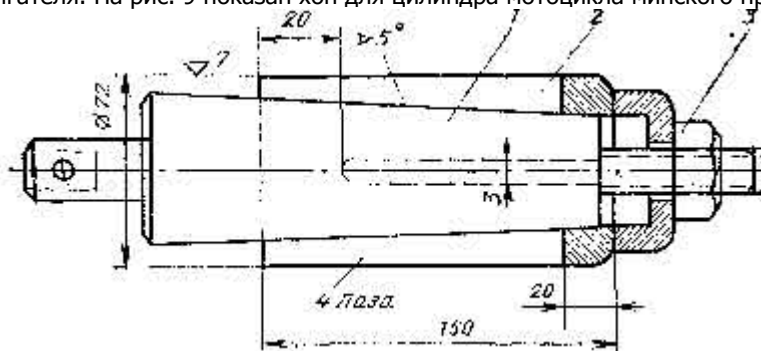
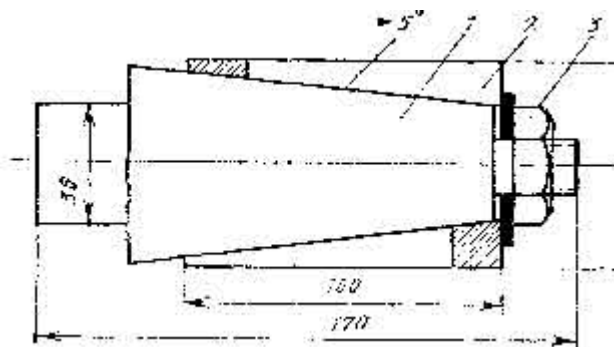
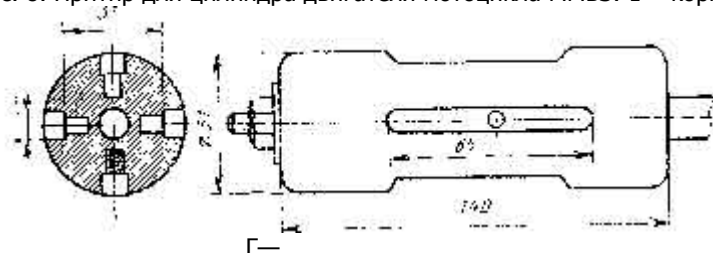

Рис. 7. Притир для цилиндра двигателя «Иж-Планета»: 1—корпус Притира; 2—разрезная втулка; 3—гайка
Рис. 8. Притир для цилиндра двигателя мотоцикла ММВЗ: 1— корпус притира; 2—разрезная втулка; 3—гайка
Рис. 9. Хон для цилиндра двигателя ММВЗ
26. Слышал, что есть такие способы ремонта цилиндров, как притирка и хонингование. В чем они заключаются? Скорость движения поршня и его давление на стенки цилиндра—величины переменные как по знаку, так и по абсолютным значениям. Следовательно, цилиндр по высоте и по диаметру изнашивается неравномерно. В средней части износ больше, чем в крайних точках, в плоскости качения шатуна износ больше, чем в диаметрально противоположной. При ремонте цилиндра восстановить его первоначальную форму можно притиркой. Притир — это инструмент. Его несложно изготовить самостоятельно. Втулку делают из чугуна, остальные детали из стали. Втулка имеет один сквозной разрез или четыре несквозных. Это позволяет ей плотно прилегать к цилиндру. Зажатый в патроне сверлильного или токарного станка притир вводят в цилиндр и вращают не быстрее 50...80 об/мин. На поверхность притира наносится паста, состоящая из мелкого абразивного порошка в смеси с маслом. До последнего времени такой порошок получали по-разному. Толкли стекло в ступе, терли друг о друга абразивные бруски и т. п. Сейчас в продаже появилась специальная паста «КТ» из порошка карбида титана. Она выпускается наборами, в которые входит несколько тюбиков. В каждом тюбике—паста своей зернистости. Для наших целей пригодны пасты зернистостью 150...170, для окончательной обработки — 250...400. Цилиндр во время притирки следует держать в руках. По мере того, как трение притира о стенки цилиндра будет ослабевать, его гайку надо подтягивать до восстановления тугого вращения. Окончательную доводку цилиндра производят с пастой ГОИ. Притир и цилиндр перед этим тщательно промывают в керосине. Для получения зеркальной поверхности цилиндра после его расточки на токарном станке применяют и другой способ: хонингование. Как операция притирки, так и эта получила название от инструмента—хона. Хон—деревянная болванка с центральным отверстием и четырьмя вертикальными пазами для абразивных брусков; бруски постоянно прижаты к зеркалу цилиндра пружинами. Для хона используют бруски той же зернистости, что и пасты для притирки. Хон должен вращаться с частотой 200...220 об/мин при 60...100 возвратно-поступательных ходах вверх-вниз за то же время. Обрабатываемую поверхность нужно обильно смачивать керосином. Как и во время притирки цилиндр нельзя жестко закреплять, его следует держать в руках и периодически переворачивать. На рис. 7 показан вариант притира для цилиндра мотоцикла «Иж-Планета», на рис. 8—для цилиндра минского мотоцикла. Понятно, что по такому принципу можно сделать притир и для любого другого двигателя. На рис. 9 показан хон для цилиндра мотоцикла минского производства.